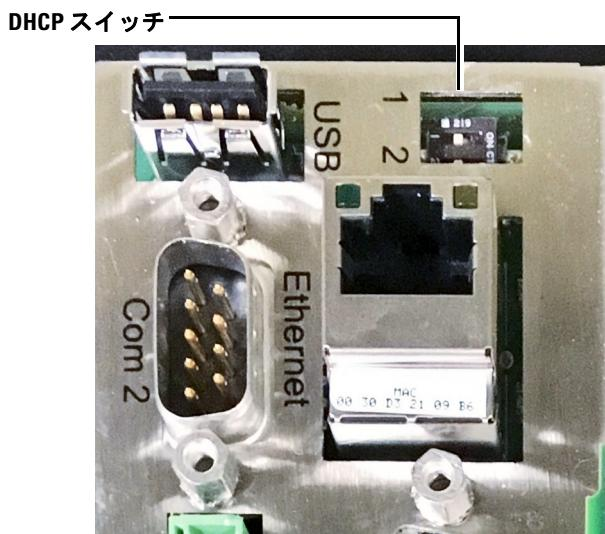

図7 DHCP スイッチ
- 1 以下の手順を実行するには、Micro GC を固定 IP アドレスモードにする必要があります。このモードにするには、DHCP スイッチ（メインボードで 1 表記）を必ず左側にしてください。DHCP スイッチは、メインボードの背面にあります。（図 7 を参照）